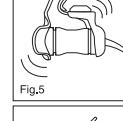

Fig.6
- b) fare due clic per innescare la capsula, quindi estruderla lentamente e uniformemente (Fig. 6).
- b) Dé dos toques para cebar la cápsula y entonces inyecte (Fig. 6).